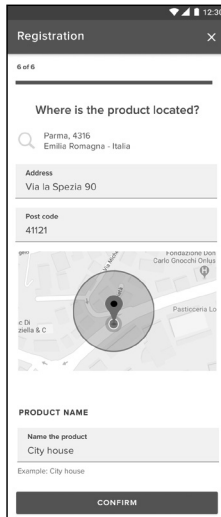

FIG. 8
- Appuyer sur la loupe (FIG. 8) pour indiquer l'adresse appropriée.